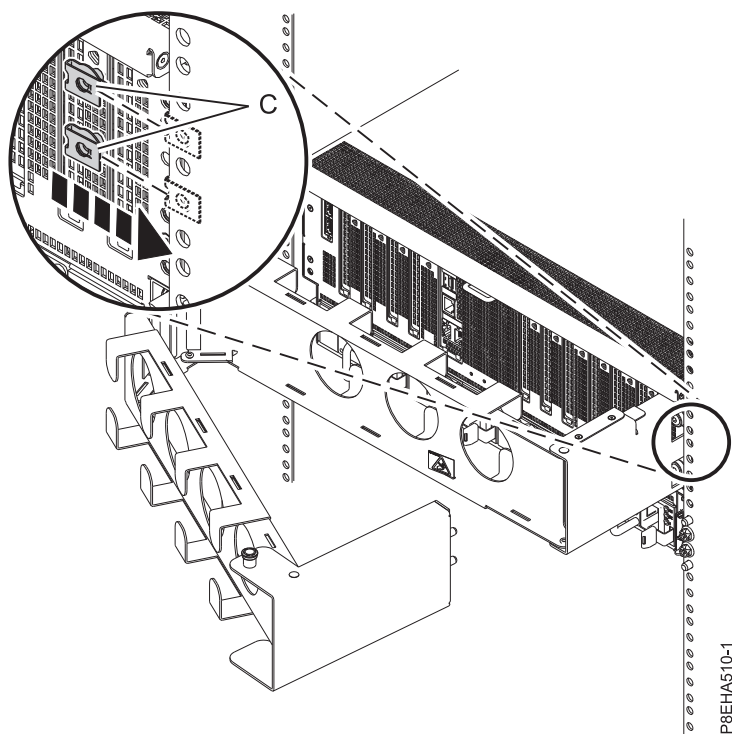

図 18. ラック・レールへのナット・クリップの取り付け
2. フレームに手が届くように、システム・ドロワーを前方にスライドさせます。18 ページの図 18に示すように、外側プレートをラック・レールに取り付ける予定の位置で、2 つのナット・クリップ (C) をラック・レールに取り付けます。